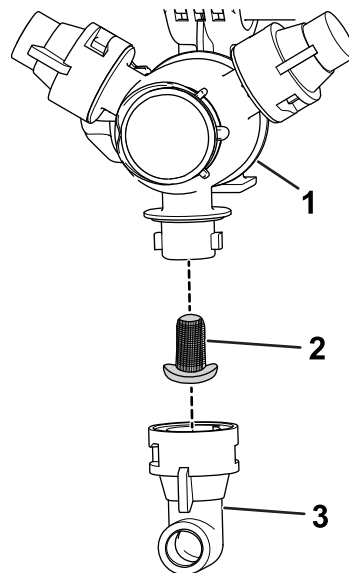

Figura 91
2. Îndepărtați duza din ținutul de pulverizare (Figura 91).
3. Îndepărtați vechiul filtru al duzei (Figura 91).
4. Montați un filtru de duză nou (Figura 91).
5. Montați duza la ținutul de pulverizare (Figura 91).